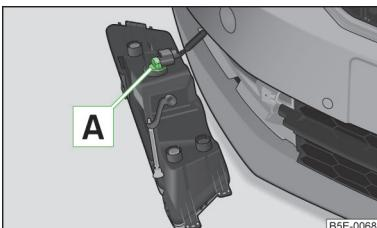

Fig. 227 Cambiar la bombilla
- Gire el portalámparas A » fig. 227 hasta la tope en el sentido contrario al de las agujas del reloj y retírelo.